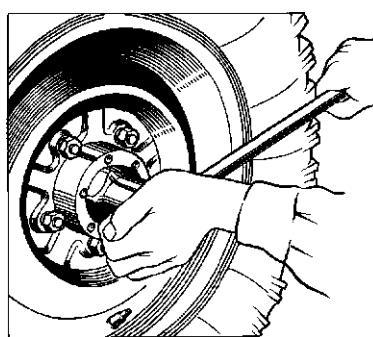

Рис. 11.4. Регулировка подшипников ступицы колеса
6. Затяните гайку регулировки подшипников ступицы с помощью ключа (рис. 11.4) и лопатки-вортка. Момент затяжки 30 - 40 Н·м (3,0 - 4,0 кгс·м).